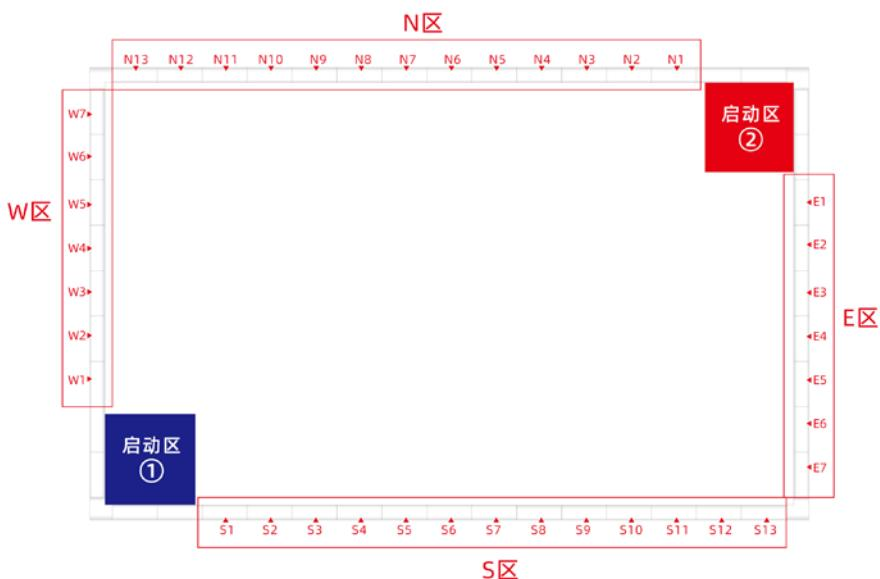

图 11 赛台围栏分区及编号
(1) 航天器海运所用的模型不进行抽签。
(2) 围栏东、南、西、北四边可利用的每段挡板按顺序编号，如图 11 所示。
(3) 可使用抽签卡，并按表格顺序抽签。
(4) 模型类型及位置由抽签决定，由裁判确定其安装方向。
(5) 若模型位置不合适，可重新抽取。